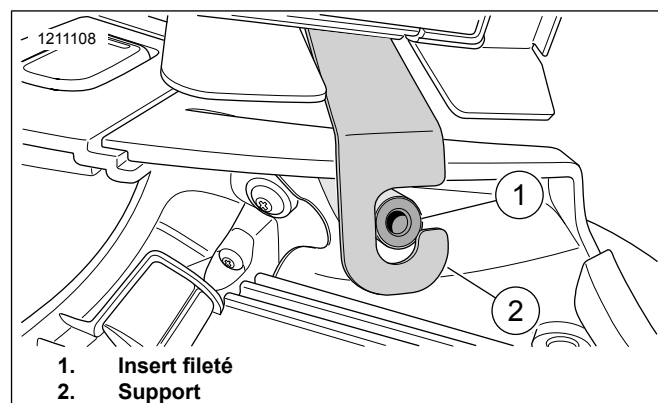

Figure 7. Support et insert fileté (côté gauche illustré, côté droit similaire)
9. Voir la figure 7. S'assurer que les supports de montage (2) sont bien positionnés autour de l'insert fileté (1).